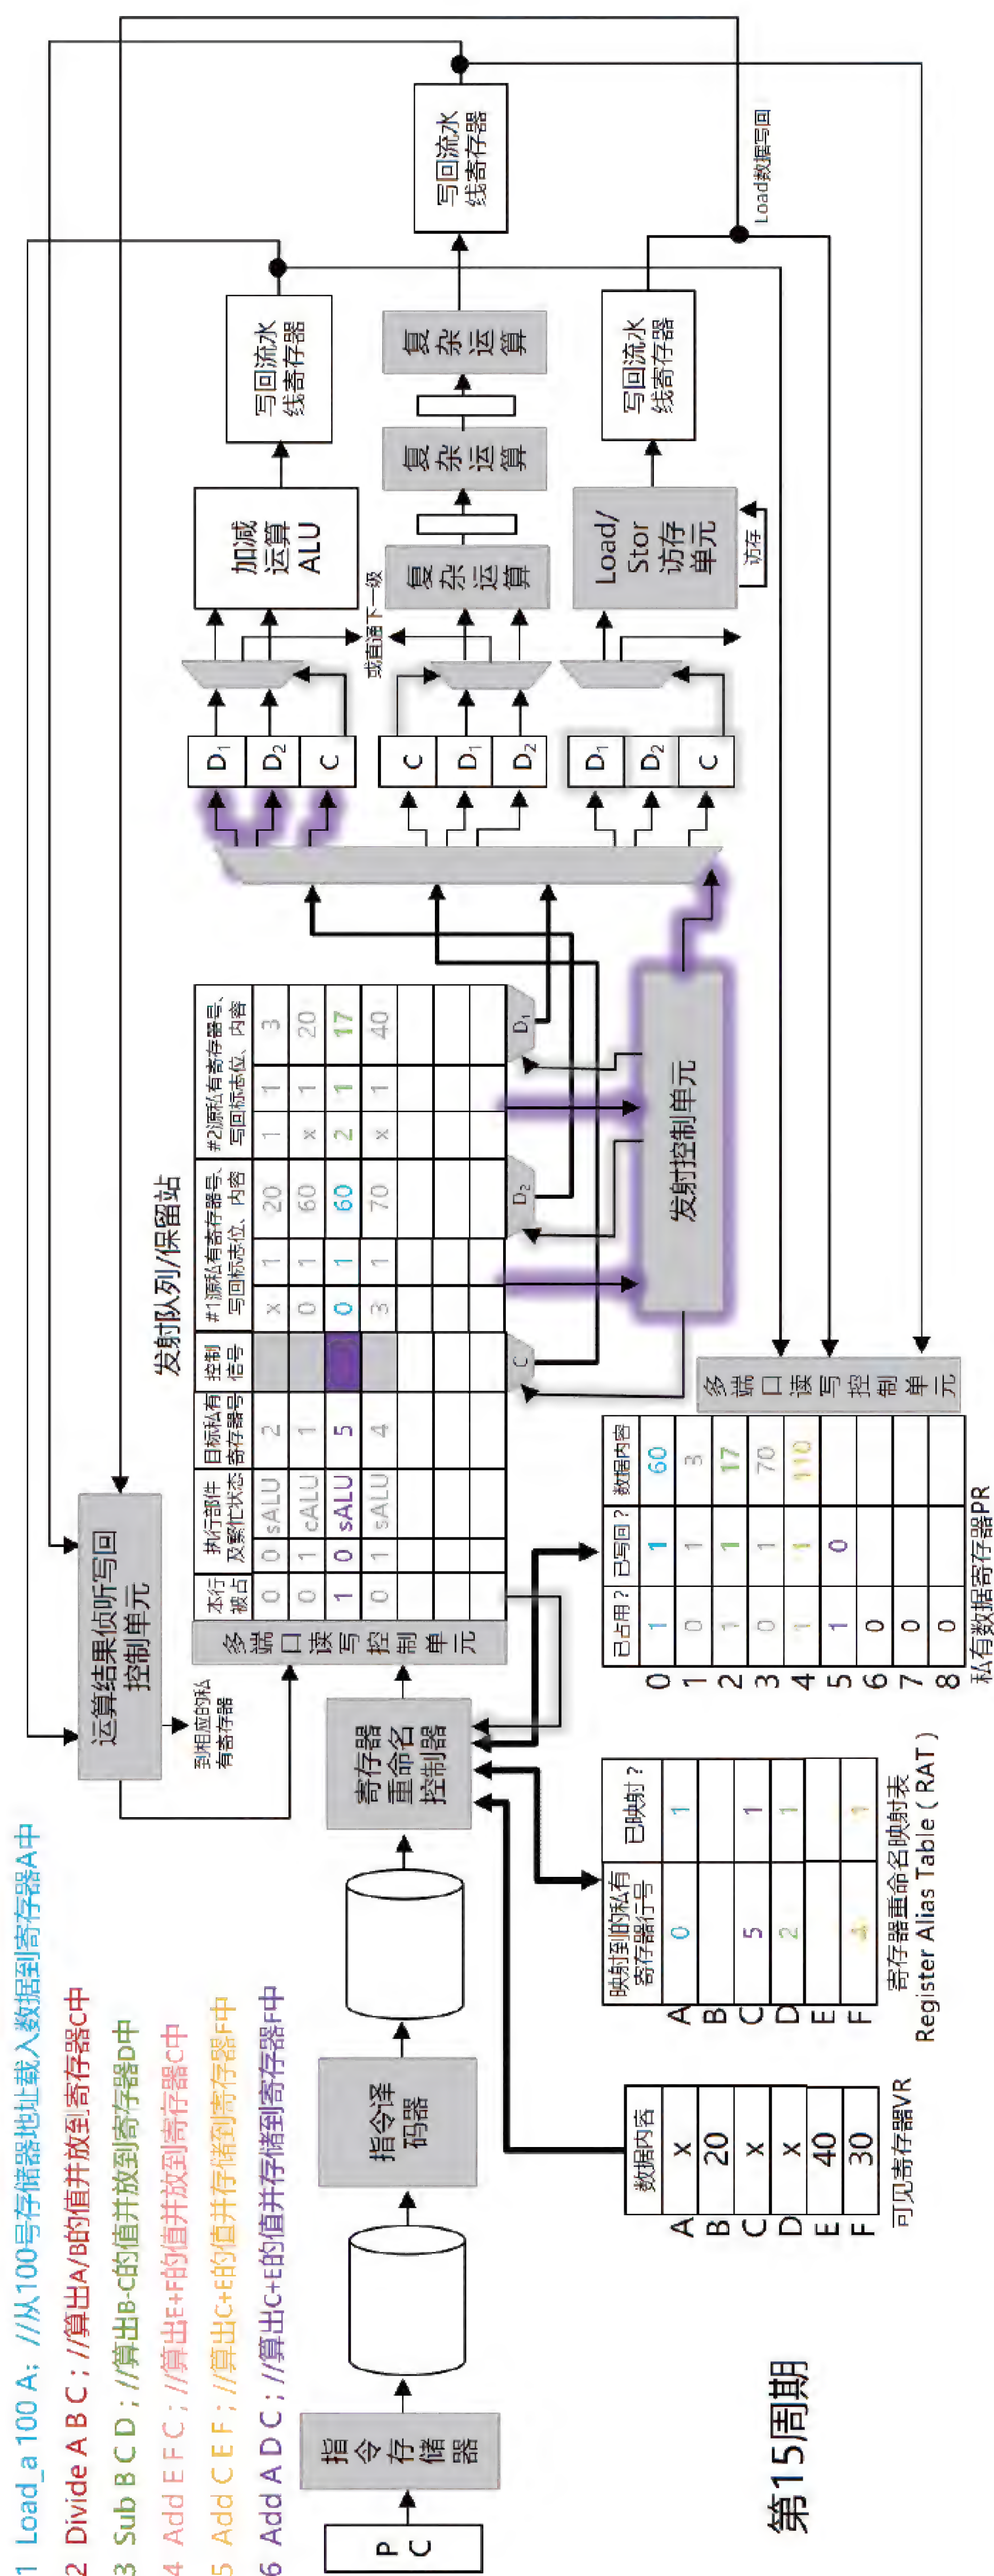

图4-63 第15周期执行过程
**第15周期：**如图4-63所示。本周期边沿时，绿色指令的执行结果被锁入保留站和私有寄存器对应字段。紫色指令满足了发射条件，从而被发射控制单元发射到sALU的前端等待执行。